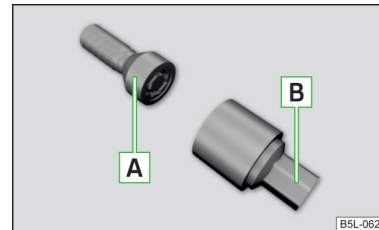

Abb. 160
Die Anti-Diebstahl-Radschrauben schützen die Räder vor einem Diebstahl. Diese lassen sich ausschließlich mit dem Aufsatzstück **B** » **Abb. 160 lösen/festziehen**.
- › Das Aufsatzstück **B** » **Abb. 160** bis zum Anschlag auf die Anti-Diebstahl-Radschraube **A** stecken.
- › Den Radschlüssel bis zum Anschlag auf die Radschraube stecken. Für die Anti-Diebstahl-Radschrauben das zugehörige Aufsatzstück verwenden » Abb. 160 auf Seite 147.